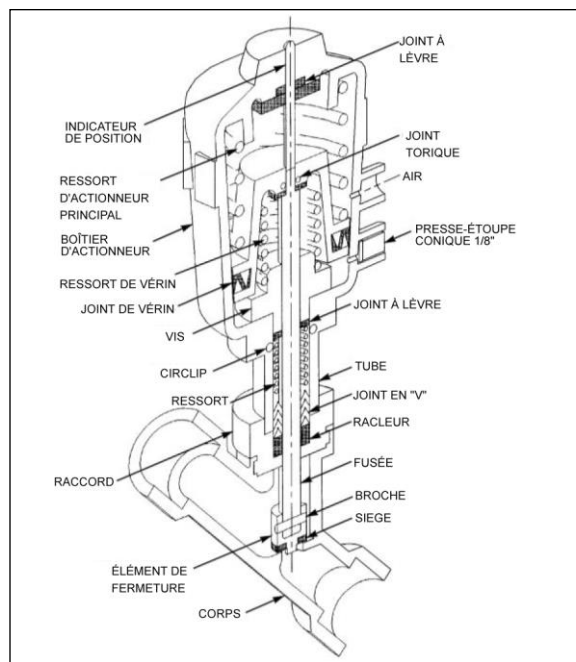

FIGURE 56 : SOUPAPE PNEUMATIQUE DU DÉBIT D'EAU CHAUDE DE L'UNITÉ DES PASSAGERS 22241
2. La soupape du débit d'eau n'a pas besoin d'être séparée du tuyau. Dévisser le raccord ; le boîtier, le tube, la tige et l'obturateur de l'actionneur peuvent être démontés (Figure 56).
2. Serrer la tige en place dans la cavité de la carrosserie conformément à la Figure 56. Fixer l'électrovanne pilote à la soupape pneumatique du débit d'eau. Reconnecter la pression d'alimentation en air et le courant électrique de l'électrovanne pilote.